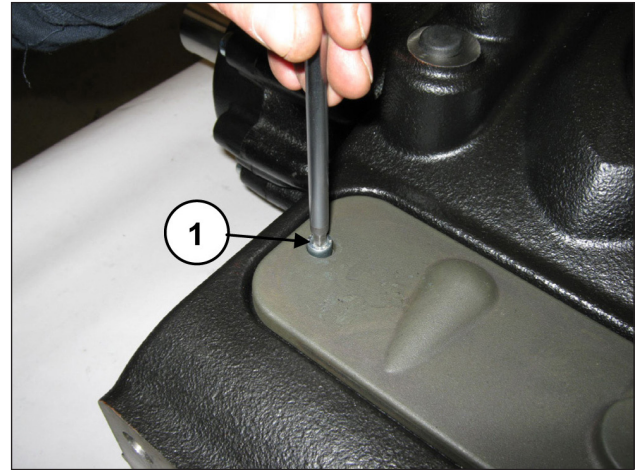

Fig. 167
Déposer le couvercle d'inspection supérieur en desserrant les 2 vis de fixation (rep. ①, Fig. 167).